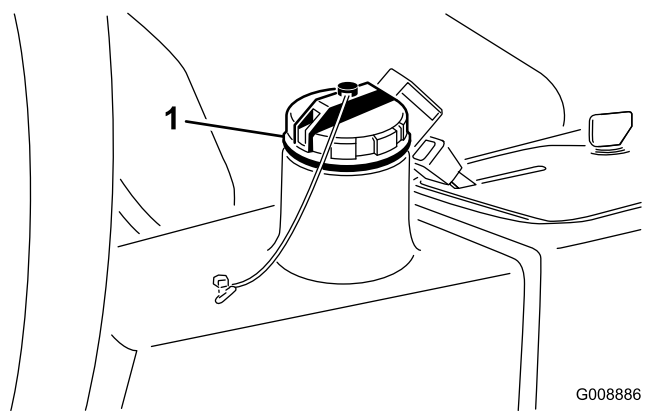

Рисунок 75
4. Залейте в гидравлический бак (Рисунок 75) приблизительно 13,2 литра гидравлической жидкости; см. Проверка гидравлической системы (страница 31).